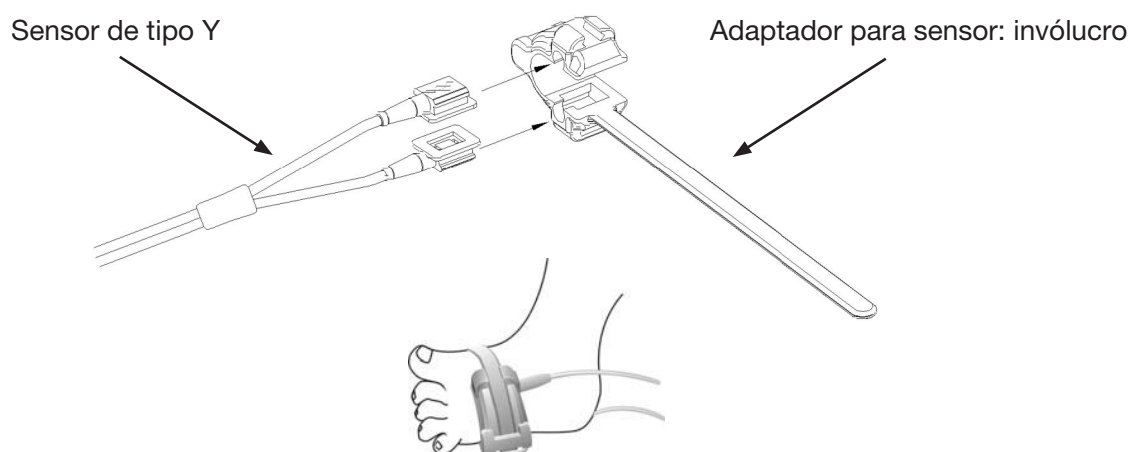

Figura 3.10 Posicionamento do sensor de SpO₂ para recém-nascidos
3. O sensor de SpO₂ para recém-nascidos deve ser conectado conforme a figura 3.10.